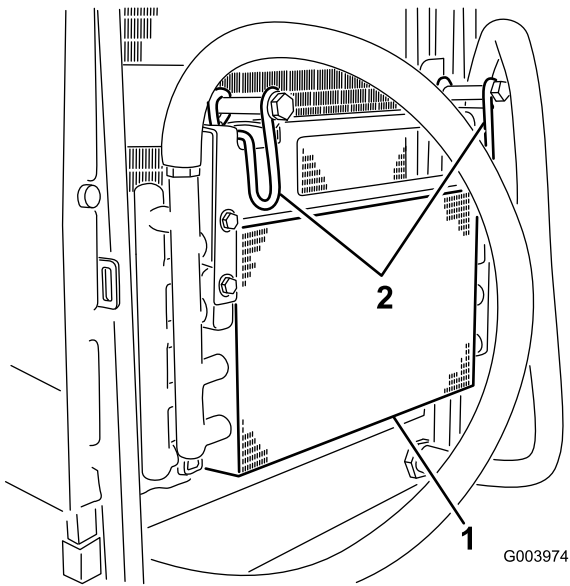

图 105
7. 向内旋转 2 个油冷却器搭扣然后倾斜油冷却器图 105。